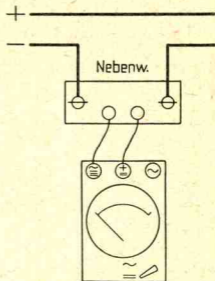

Abb. 4
(Abb. 4.)
3. Klemmen des Nebenwiderstandes nach Abb. 4 in den Stromkreis schalten.